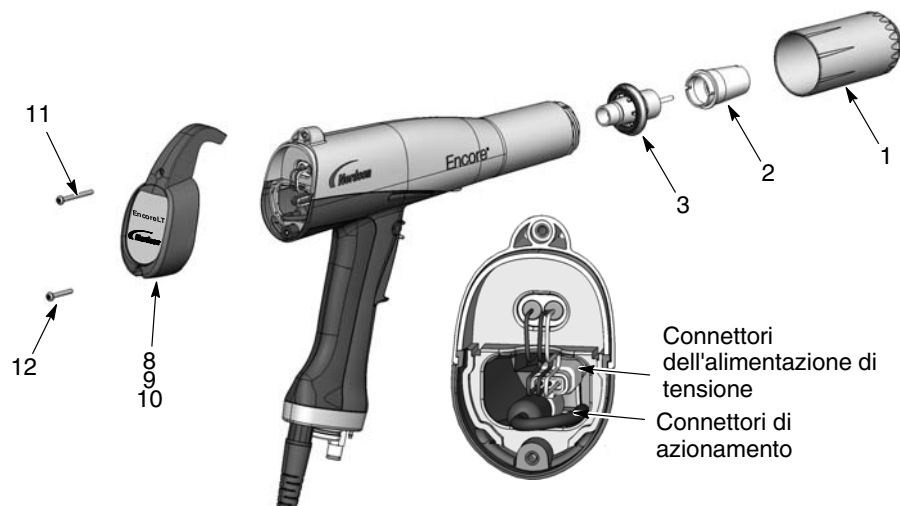
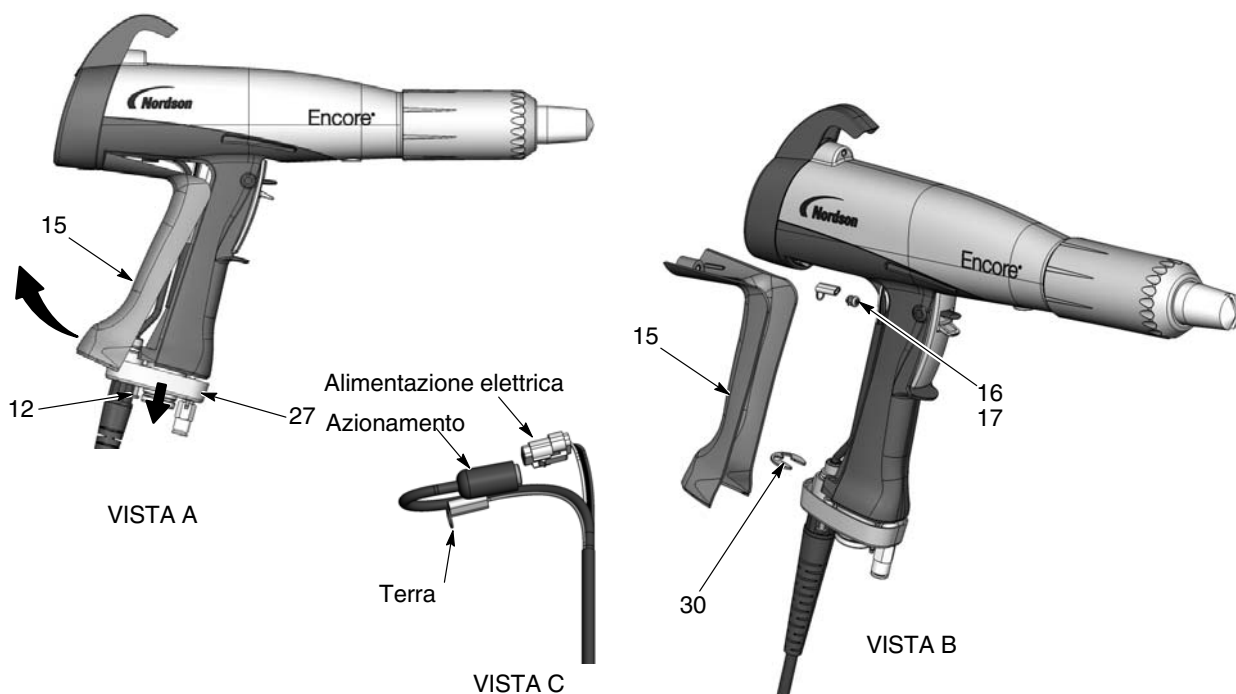

Figura 6-1 Smontaggio della pistola
Figura 6-6 Sostituzione del cavo
1. Vedi figura 6-1. Togliere il dado dell'ugello, l'ugello e il gruppo elettrodo (1, 2 e 3).
4. Vedi figura 6-1. Montare la copertura, l'alloggiamento e il gancio come illustrato.
5. Installare il gruppo elettrodo (3) nel davanti del corpo pistola. Assicurarsi che l'elettrodo del filo non sia piegato o rotto.
6. Montare l'ugello (2) sul gruppo elettrodo, assicurandosi che le chiavi del gruppo elettrodo si infilino nelle scanalature dell'ugello.
7. Montare il dado dell'ugello (1) sull'ugello e girarlo in senso orario per fissarlo.
2. Vedi figura 6-1. Rimuovere la vite inferiore (12) dall'alloggiamento (9).
3. Vedi figura 6-6, Vista A. Allentare le due viti M3 x 20 (12) che fissano la base dell'impugnatura (27) all'impugnatura.
4. Staccare la base dall'impugnatura, in modo da liberare l'estremità di fondo della piattina di messa a terra (15) dalla base.
6. Vedi figura 6-6, Vista B. Rimuovere la vite M3 x 8, la rondella di sicurezza (16, 17) e il terminale di terra dalla piattina di messa a terra.
7. Togliere l'e-ring (30) dal cavo.
8. Vedi figura 6-6, Vista C. Estrarre i connettori del cavo dall'impugnatura. Scollegare il cablaggio di alimentazione della tensione dal cavo della pistola inserendo un piccolo cacciavite a lama piatta nella scanalatura del connettore del cablaggio dell'alimentatore di tensione per sganciare il fermaglio.
1. Vedi figura 6-6. Inserire un nuovo cavo attraverso la base dell'impugnatura, poi montare l'e-ring (30) sul cavo per tenerlo fermo.
3. Collegare il terminale del cavo alla piattina di messa a terra (15) con la vite M3 x 6 e la rondella di sicurezza (16, 17).
6. Spingere la base dell'impugnatura (27) verso l'alto, contro l'impugnatura e la piattina di messa a terra, poi stringere bene le due viti M3 x 20 (12) nella base.
7. Vedi figura 6-1. Installare la vite inferiore M3 x 20 (12) nell'alloggiamento (9) e stringere bene.
1. Vedi figura 6-6. Rimuovere la piattina di messa a terra come descritto in *Rimozione del cavo* ai punti 1-5. Non è necessario scollegare il cavo di terra dalla piattina di messa a terra.